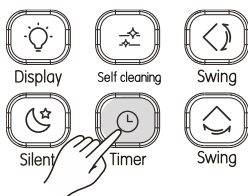

Abb. 3.17
- ① Drücken Sie  (siehe Abb. 3.17). Im Display erscheint im Timer-Bereich „Timer Off“ (AUS-Timer) und „0.0H“. Nun kann die AUS-Zeit eingestellt werden.
- ② Durch Drücken von  kann die Einstellung des Timers angepasst werden.
- ③ Sobald die Einstellung fertig ist, wird die Timer-Information zur Inneneinheit gesendet.
- ① Drücken Sie  (siehe Abb. 3.17). Im Display erscheint im Timer-Bereich „Timer On“ (EIN-Timer) und „0.0H“. Nun kann die Zeit eingestellt werden.